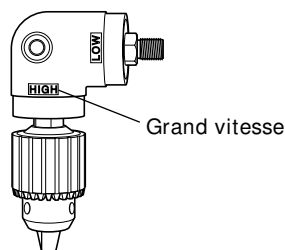

Fig. 10
- Pour utiliser l'angle à grande vitesse, fixer le mandrin sur l'axe de l'angle en face du repère latéral "HIGH", et fixer avec la vis de verrouillage. A ce réglage, la vitesse de perçage augmente jusqu'à environ 150% et le couple de perçage tombe à environ 70%. (Fig. 10)